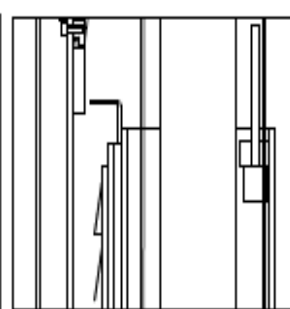

Fig. 18
5. Mantenga ambos cables en equilibrio durante la subida o la bajada (Fig.18).